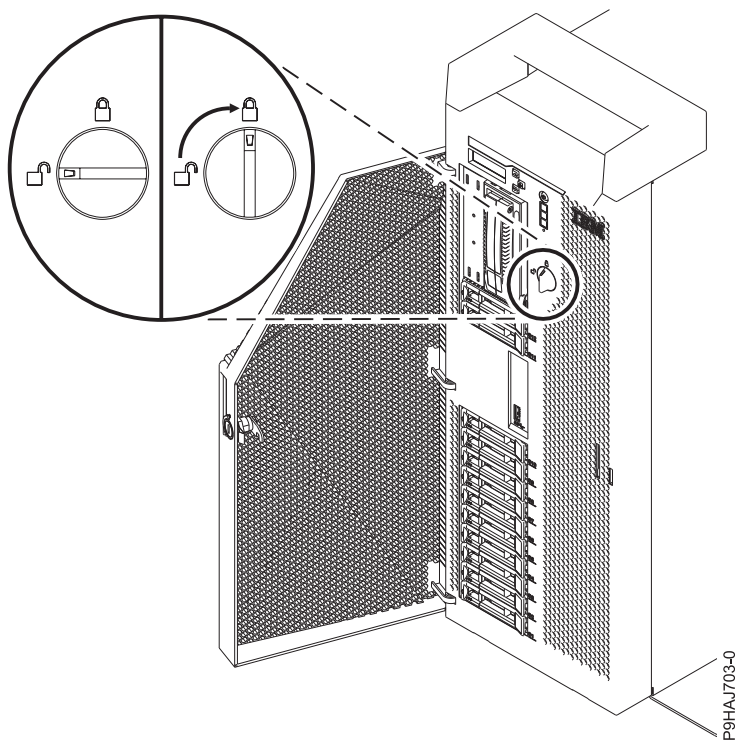

Figura 24. Tancament del pestell de la coberta frontal
4. Feu girar el pestell de la coberta cap a la dreta (en el sentit contrari al de les agulles del rellotge) per tal de desbloquejar la coberta, com es mostra a la Figura 24 a la pàgina 41. La posició vertical és de bloqueig i la posició horitzontal és de desbloqueig.